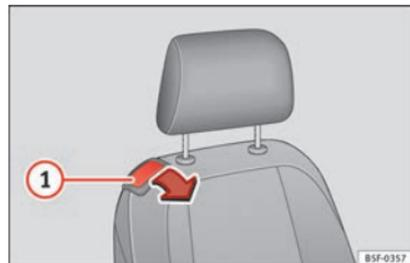

Fig. 108 Asiento del acompañante: palanca para abatir el respaldo.
- Tire de la palanca ① » fig. 108 y empuje el respaldo hacia adelante de forma que el respaldo quede en posición horizontal.